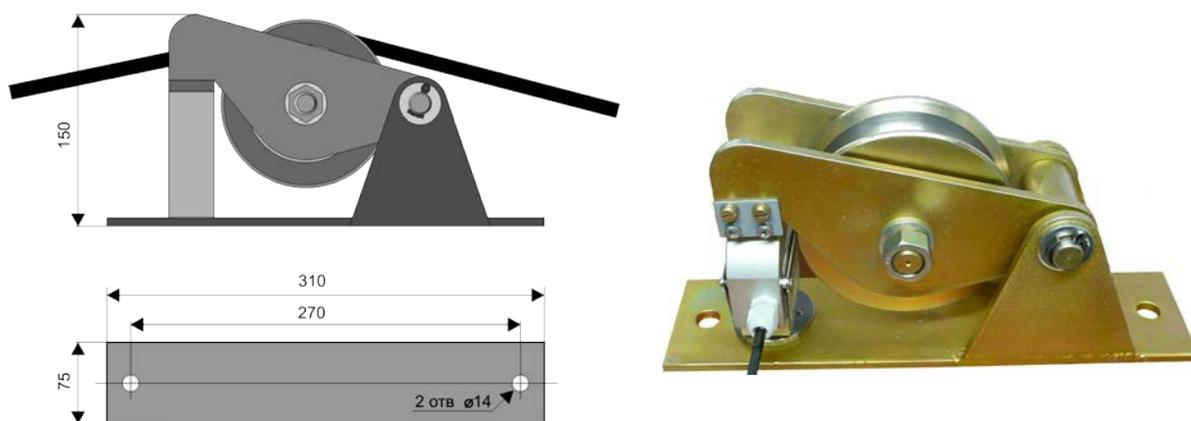

Рис. 5
| 2) датчик усилия АС-ДУС-06.1                     | 2 шт, рис.5; |
6.5. Датчик веса груза представляет собой прибор, преобразующий силу натяжения грузового троса, обусловленную массами поднимаемого груза и крюковой обоймы в электрический сигнал. В данной модификации АС-АОГ-01м+ датчик веса груза состоит из двух датчиков усилия, Рис.5, : одного, измеряющего силу натяжения в грузовом тросе основного подъёма и другого, измеряющего силу натяжения в грузовом тросе вспомогательного подъёма.